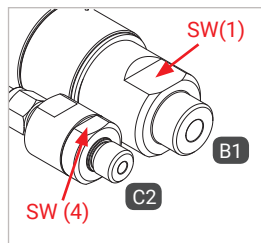
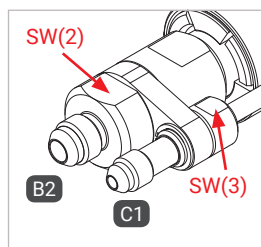

Figure 3
Figure 4
- ▶ Lors du montage du flexible de remplissage et de retour, de la conduite de fluide et de la conduite de retour du gaz, aux raccords «B1», «B2», «C1» et «C2», exercer une contrepression sur les méplats SW(1), SW(2), SW(3) et SW(4) (Figure 3 et Figure 4) avec une clé à fourche.
- ▶ Connecter hermétiquement l'entrée fluide «B1» avec la conduite de fluide de la station-service (Figure 3). Couple de serrage, voir le tableau ci-dessous.
- ▶ Connecter hermétiquement, si elle existe, la conduite de retour du gaz «C2» avec la conduite de retour du gaz de la station-service (Figure 3). Couple de serrage, voir le tableau ci-dessous.
- ▶ Visser hermétiquement la sortie fluide «B2» à l'embout de raccordement du flexible de remplissage (Figure 4). Voir le tableau ci-dessous pour les couples de serrage.
- ▶ Visser hermétiquement, si elle existe, la conduite de retour du gaz «C2» à l'embout de raccordement du flexible de retour du gaz (Figure 4). Voir le tableau ci-dessous pour les couples de serrage.